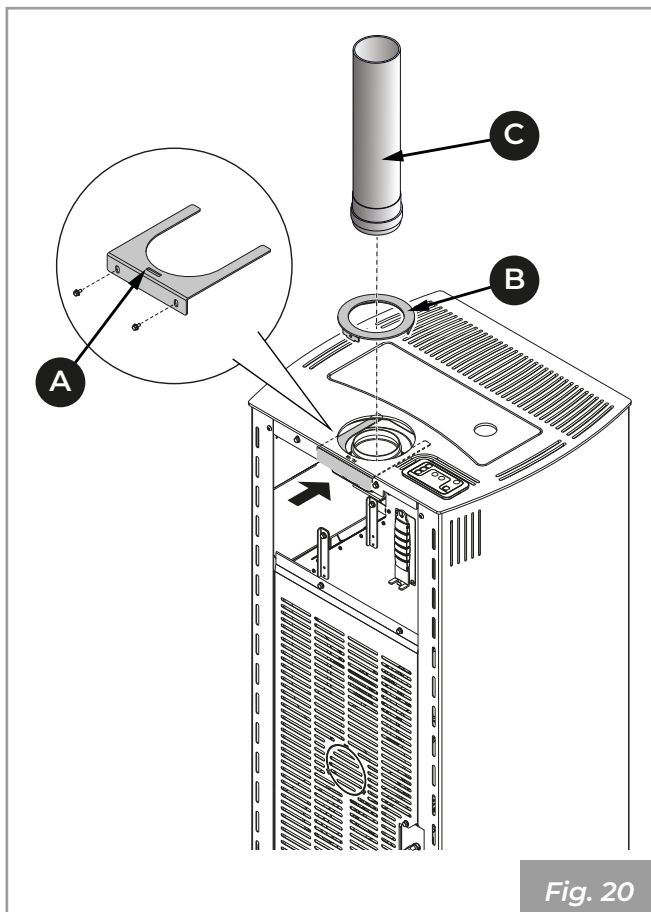

Fig. 20
- Raccorder le tuyau de sortie de fumée **(C)** (**Fig. 20**).